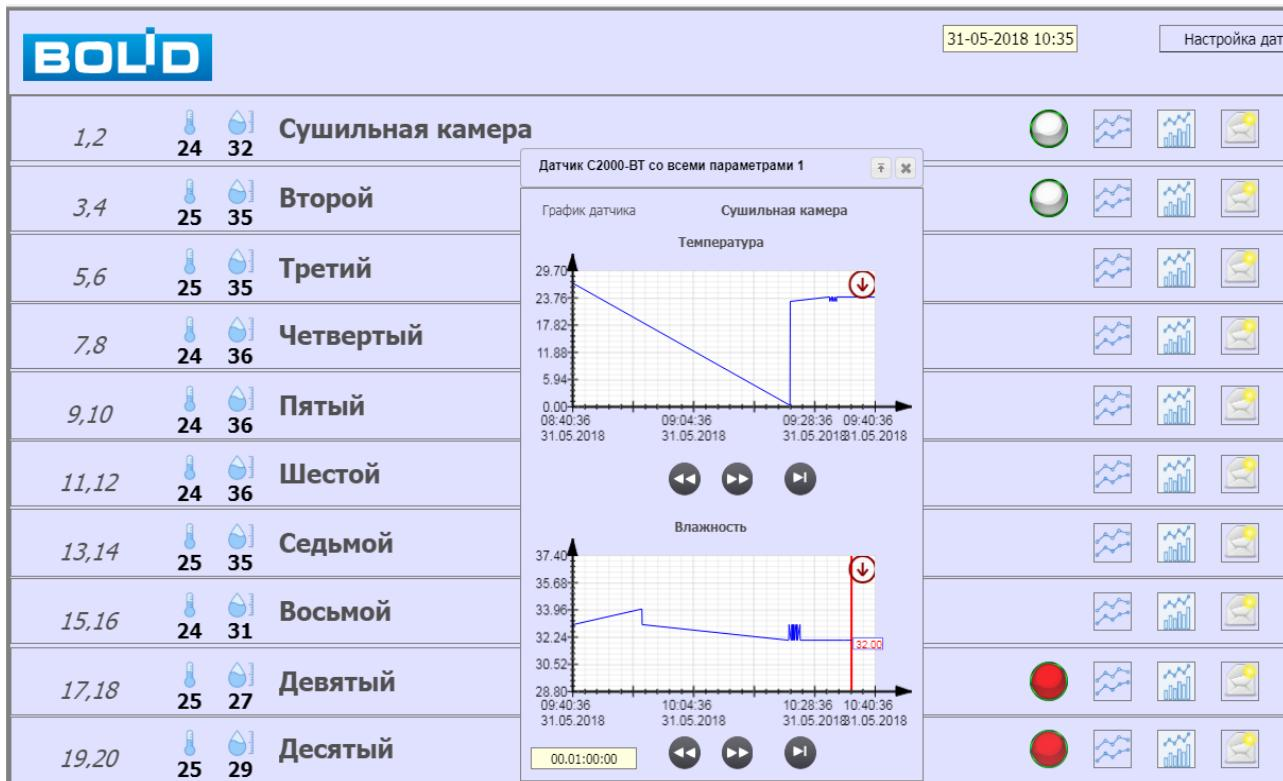

Рис. 10. Комбинированный экран просмотра параметров
6.1.3.4 Кнопка предназначена для вывода на экран показаний датчика на фоне окна просмотра параметров. При нажатии этой кнопки появляется график температуры и влажности выбранного параметра на фоне окна отображения параметров Рис. 10.